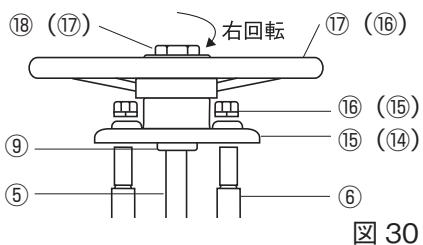

図 30
1. 弁棒、駆動部台、ハンドルの取り外し：ハンドルのナット⑯(17)とヨーク⑥と駆動部台⑮(14)を止めているナット⑯(15)を外します。ハンドル⑰(16)を抜き、弁棒⑤、駆動部台⑮(14)と共にヨークスリーブ⑨より取り外します。(図 30)